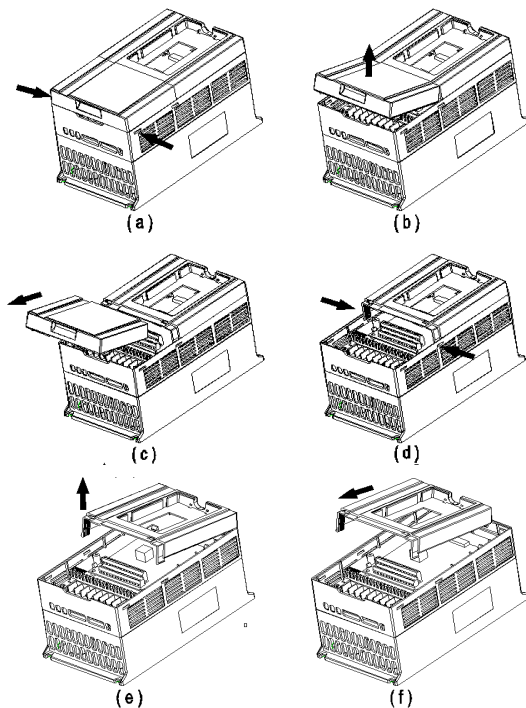

图3-4 SC600—4.0/5.5KW 机型盖板的拆卸
SC600-4.0KW、5.5kW 机型的盖板由两块塑胶盖板拼装在一起，请对照机型，参照图 3-4，按下列步骤安装和拆卸。在进行盖板的拆卸和安装前，请取下操作面板。
- 1) 将底部盖板的安装爪向内按压，如图3-4 (a) 所示；
- 2) 揭开底部盖板，如图3-4 (b) 所示；
- 3) 取下底部盖板，如图3-4 (c) 所示；
- 4) 卸下顶部盖板下方处螺钉，并将安装爪向内按压，如图3-4 (d) 所示；
- 5) 揭开顶部盖板，如图3-4 (e) 所示；
- 6) 取下顶部盖板，如图3-4 (f) 所示